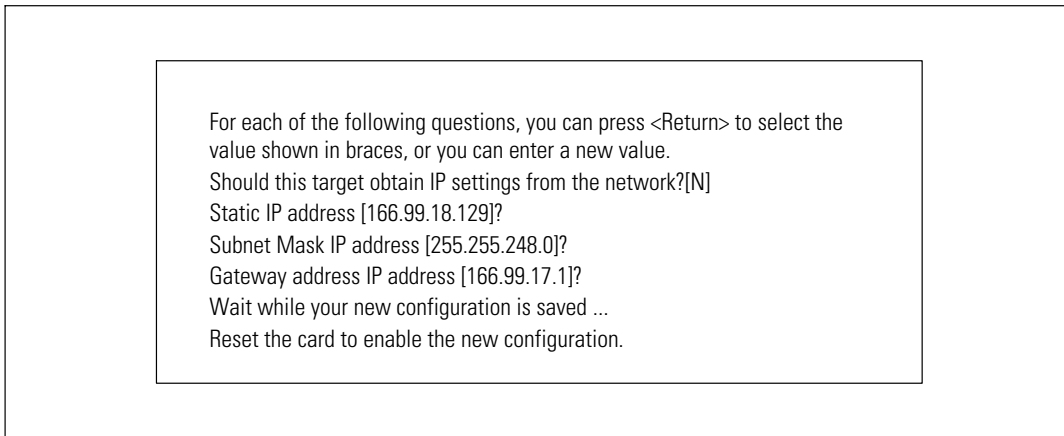

Abbildung 42. Netzwerkeinstellungen bearbeiten
- **Netzwerkeinstellungen bearbeiten:** zum Bearbeiten der vorhandenen Netzwerkparameter (siehe Abbildung 42). Führen Sie einen Neustart der Karte durch, um die neuen Parameter zu aktivieren. Im DHCP-Modus kann die Karte abhängig von den DHCP-Servereinstellungen die folgenden Parameter empfangen: